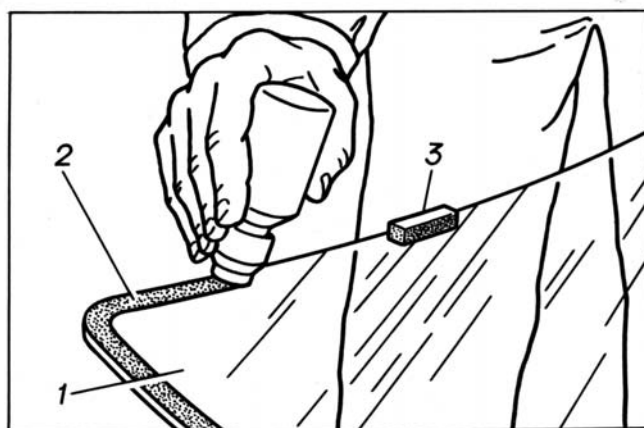

Рис. 9.7. Нанесение праймера на приклеиваемую поверхность стекла: 1 –стекло; 2 – праймер; 3 - упор
– потрясти сосуд с праймером «Terostat-8511» в течение 2-3 мин и нанести аппликатором (рис. 9.7) или мягкой кистью полосу праймера шириной 23-25 мм на поверхность стекла. Дать выдержку не менее 5 мин для полного высыхания